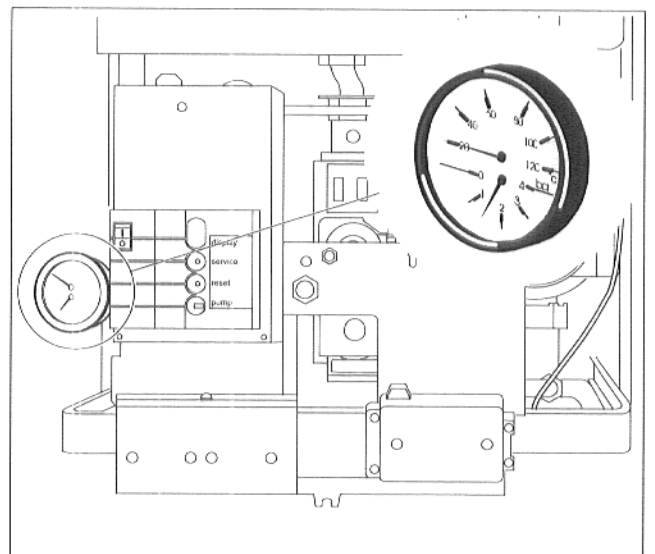

Abb. 11 Druckanzeige
- Wasserhahn öffnen und Anlage bis zu einem Druck von 0,75–1 bar (Abb. 11) füllen. Der Idealwert beträgt 0,75 bar.